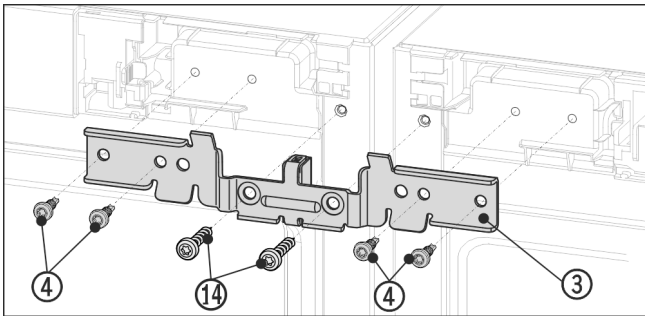

Fig. 12 Rezentare exemplificativă
- ▶ Împingeți vinul Fig. 12 (3) cu piesa de distanțare între aparate și pe cepuri. Prindeți vinul în patru șuruburi Fig. 12 (4) și în cele două șuruburi pentru pământare Fig. 12 (14) alternant, pe dreapta și stânga fără a strânge.